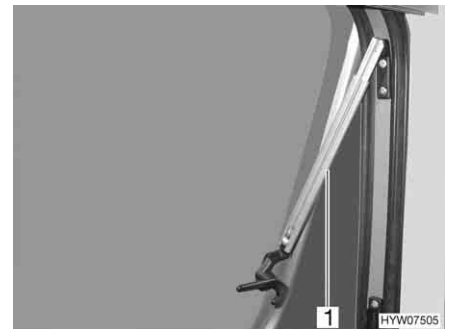

Bild 49 Överkantshängt fönster med automatik-spärrar, öppet
- Öppna det överkantshängda fönstret till önskat läge. Automatik-spärren (Bild 49,1) hakar fast automatiskt.